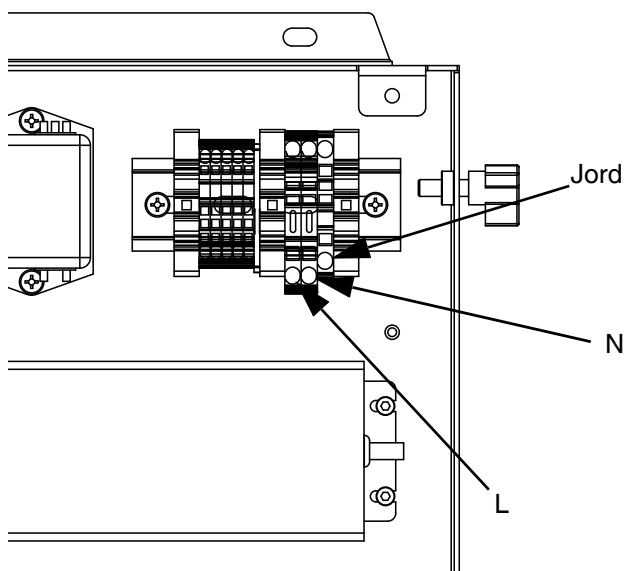

FIG. 14: 100–240 VAC ledningsdragning
- För 100–240 VAC ledningsdragning, se FIG. 14.